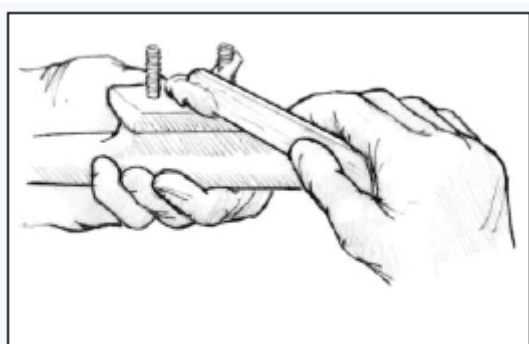

Рис.17. Покройте обратную сторону оборудования и резьбу болта загущённой эпоксидной смолой
4. Введите смесь загущённой эпоксидной смолы с наполнителем 404 или 406 в отверстие. Используйте достаточное количество смеси, чтобы не оставалось незаполненных участков после того, как болт будет введён. Покройте обратную сторону оборудования и резьбу болта загущенной эпоксидной смолой (Рисунок 17).